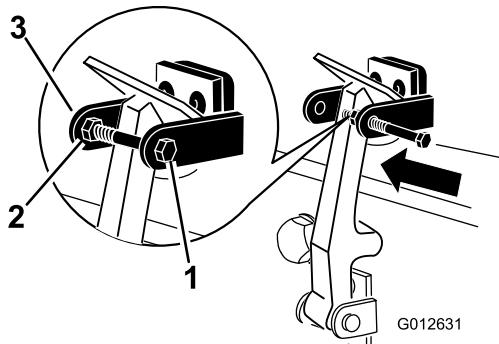

Figura 15
7. Aperte o parafuso no outro braço do suporte do trinco do capot e prenda o trinco na posição (Figura 15). Aperte o parafuso firmemente, mas não aperte a porca.